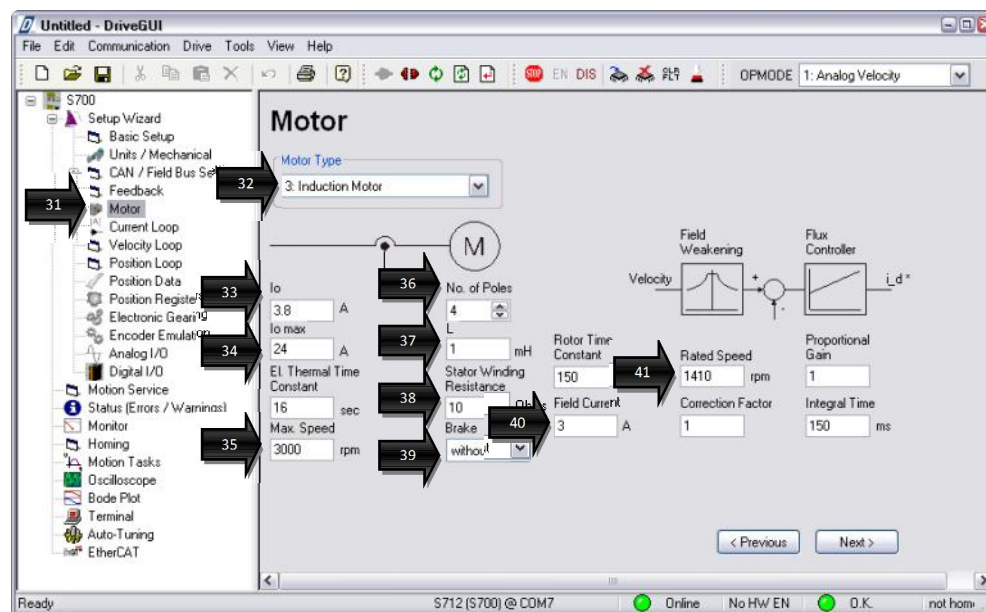

Рисунок 16 – Окно «Motor»
5.6 В окне «Motor»³¹ (рис. 16) выбирается тип двигателя (в рассматриваемом примере – асинхронный) и задаются его параметры.